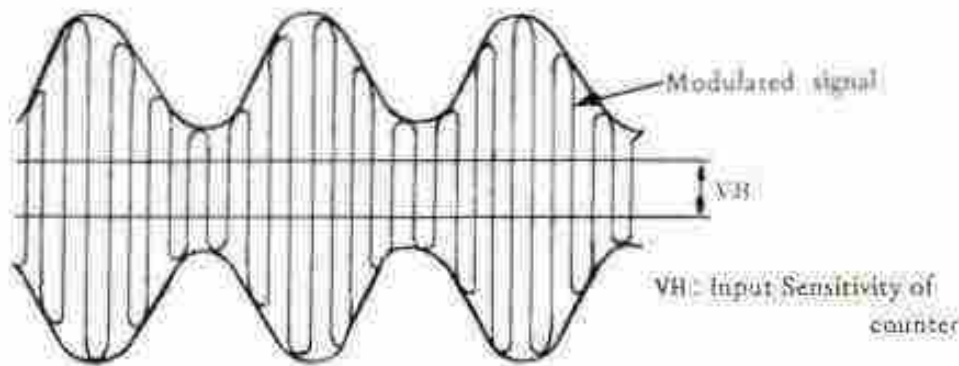

Figura 90: Señales moduladas.
3. Mediciones de señales moduladas: como se observa en la figura 90, para medir la frecuencia de la onda portadora modulada, si el voltaje de la parte modulada más alta es mayor que la sensibilidad de entrada V_H ($0.02V_{rms}$), entonces es posible contar la onda portadora.